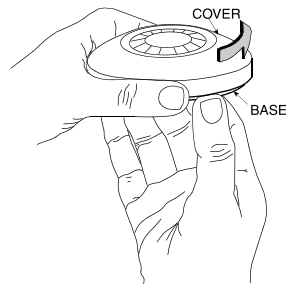

图 3-安装前盖
- D. 将带有PCB板的底板安装在合适的位置及高度上。利用探测器背后的两个安装口将底板牢牢的固定于安装面上，避免震动（见图3）。